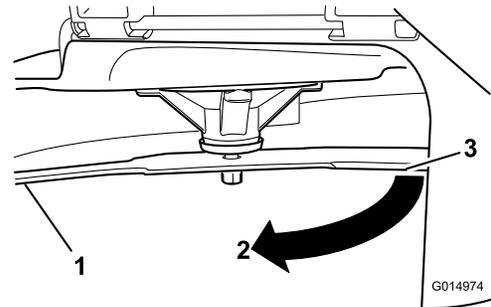

**Figure 103**
2. Enfilez des gants épais ou utilisez une autre protection adéquate pour les mains, et faites tourner la lame lentement jusqu'à une position permettant de mesurer correctement la distance entre le tranchant et la surface plane sur laquelle se trouve la machine (Figure 103).